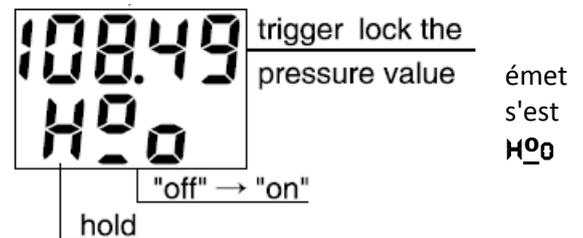

Figure 6: PM672 Résultat point de consigne
1. Mettre sous pression la pompe à la valeur de consigne. Lorsque le pressostat passe de ouvert à Fermé, le PM672 un signal sonore et la pression à laquelle le changement produit sera affichée sur l'écran avec le symbole suivant (Figure 6).